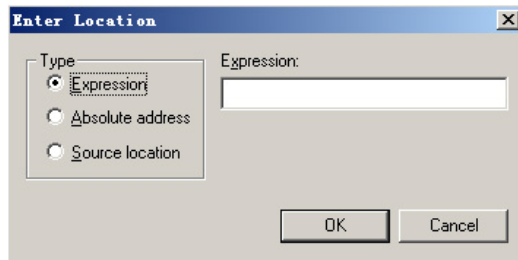

图 3-14 Enter Location 对话框 1
(1) Expression 如图 3-14 所示。在 Expression 中填充一个计算结果为某一地址的表达式。如填某一函数的名称，则会在进入此函数后的第一句设置一程序断点。如填某一变量的名称，则会为此变量设置一数据断点。